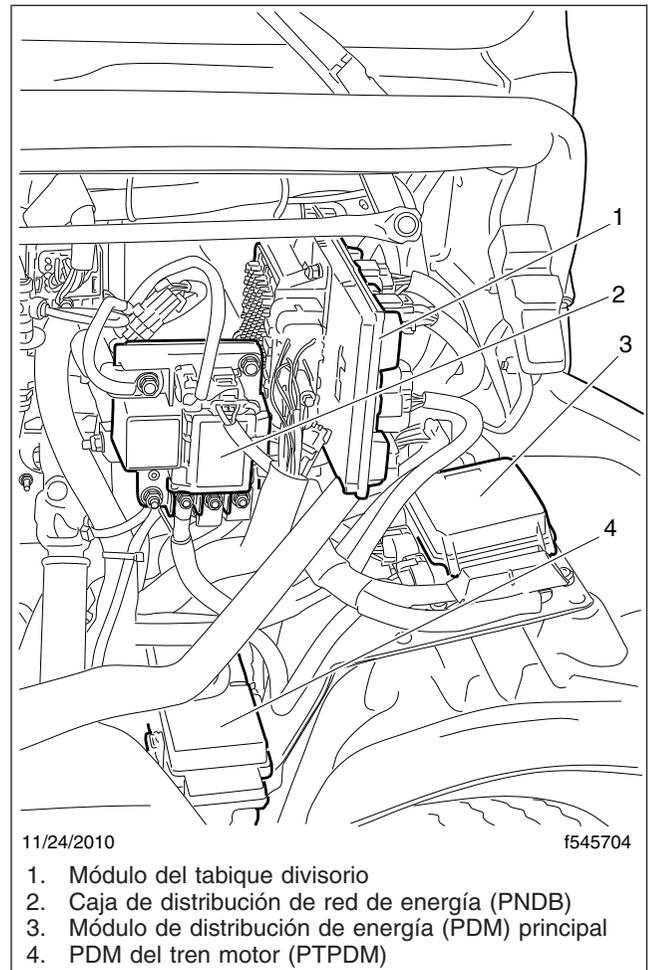

Figura 21.7, Cableado visible del motor
6. Inspeccione el cableado visible del motor para ver si tiene daños o está flojo. Vea la Figura 21.7.